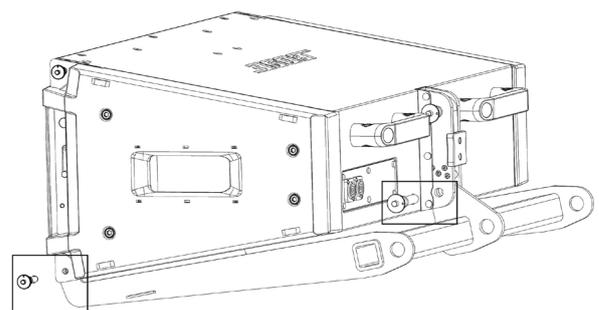

图 6. 插入插销, 将回拉支架连接到模块
4. 插入前面的两个插销 (每侧各一个), 再插入后部中间的插销, 将回拉支架固定到模块。参见图 6。